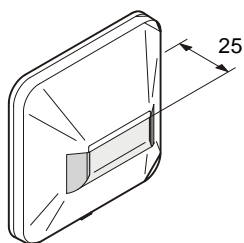
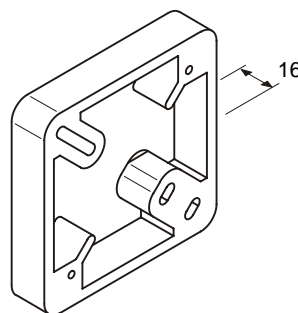
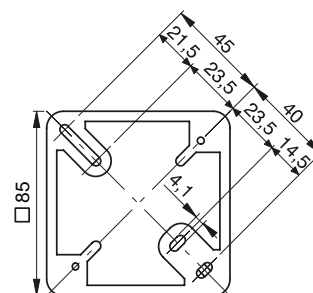

Fig. 2
Fig. 7
Fig. 8
- DJ1192 (Fig. 2) for surface mounting with or without the AI330 adapter frame (Fig. 7).
1. Mount the adapter frame (Fig. 7, Fig. 8) on the wall or box with 2 screws (ø max. 4 mm). The distance between mounting holes can be chosen as required according to the box used.
- DJ1192 (Fig. 2) für Aufputzmontage mit oder ohne Zusatzrahmen AI330 (Fig. 7)
1. Der Zusatzrahmen (Fig. 7, Fig. 8) wird mit 2 Schrauben  $\varnothing$  max. 4 mm auf die Wand oder Dose montiert. Je nach Dose kann die Schraubendistanz beliebig gewählt werden.
- DJ1192 (Fig. 2) pour montage saillant avec ou sans cadre supplémentaire AI330 (Fig. 7)
1. Fixer le cadre supplémentaire (Fig. 7, Fig. 8) sur la paroi ou la boîte au moyen de 2 vis  $\varnothing$  max. 4 mm. La distance entre les vis peut être choisie conformément à la boîte.